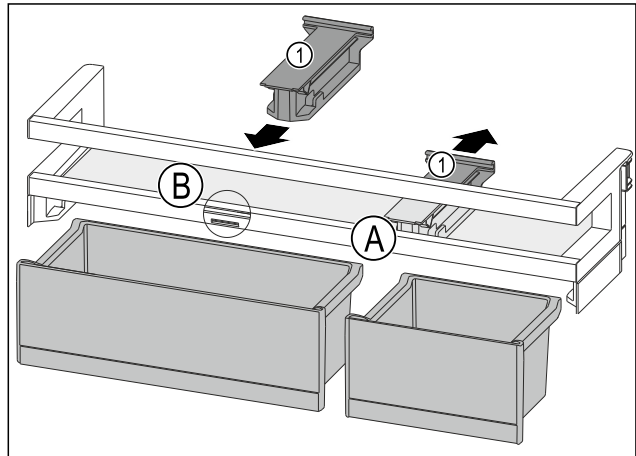

Fig. 85
- ▶ Haltebauteil Fig. 85 (1) in Position Fig. 85 (A) nach hinten abziehen.
- ▶ Haltebauteil Fig. 85 (1) in Position Fig. 85 (B) einsetzen.